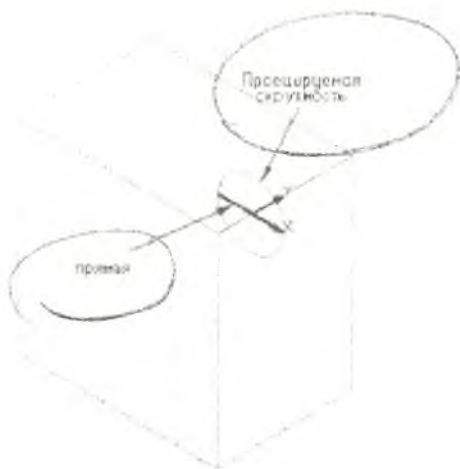

Рис. 14. Иллюстрация к команде "Спроектировать объект"
11) Правильным результатом будет появление на чертеже прямой линии рис. 14. Нажмите кнопку **"Стоп"** - .